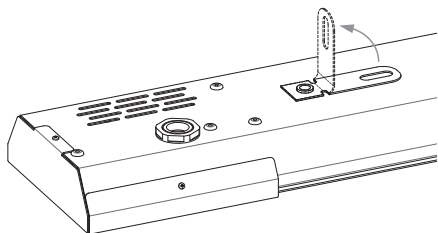

Рисунок 7. Отгибание петли подвеса
7.5. Для потолочного монтажа обогревателя отогните петли подвеса (см. рис. 7).